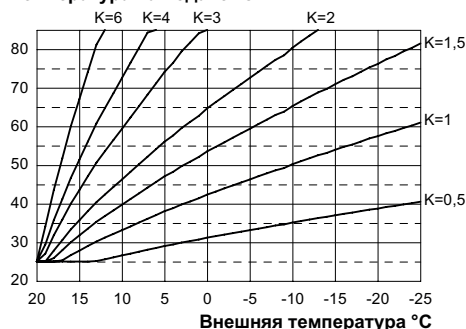
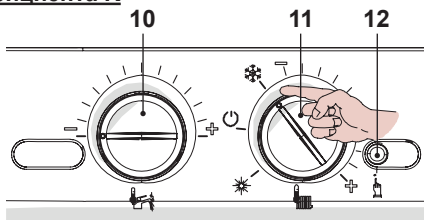

Рисунок 5.60
Рисунок 5.61
При подключении внешнего датчика с целью оптимизации температуры на подаче, данный параметр необходимо настроить с учетом производительности системы отопления (Рисунок 5.60).
Например, чтобы обеспечить в системе отопления температуру подачи, равную 60 °C, когда внешняя температура равна -5 °C, необходимо установить коэффициент K на 1,5 (пунктирная линия, см. Рисунок 5.60).
- Установите регуляторы 10 и 11, как показано на рисунке, см. Рисунок 5.61.
- Для настройки коэффициента K, определенного Рисунок 5.60, войдите в режим программирования, нажав и удерживая в течение 15 секунд кнопку перезапуска 12, см. Рисунок 5.61 до появления параметра P01 на ЖК-дисплее; на ЖК-дисплее последовательно отобразятся следующие символы (параметр P01 будет загораться поочередно с -- --).
- Нажмите кнопку перезапуска 12, см. Рисунок 5.61, и пролистайте параметры до P15, предназначенного для настройки коэффициента K. На ЖК-дисплее последовательно отобразятся следующие символы (параметр P15 будет загораться поочередно с 00).
до максимального **255**, в зависимости от кривой коэффициента К, см. Рисунок 5.60.